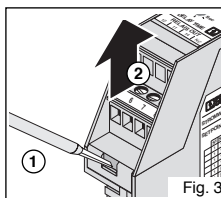

Fig. 3
A l'aide d'un tournevis, déverrouillez de chaque côté la partie supérieure du boîtier (1) (Fig. 3).